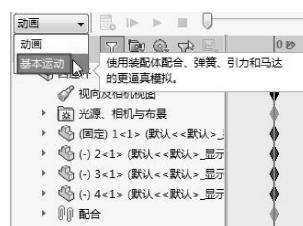

图 8-57 选择基本运动算例
- 03 在 MotionManager 工具栏运动算例类型列表中选择【基本运动】算例，如图 8-57 所示。